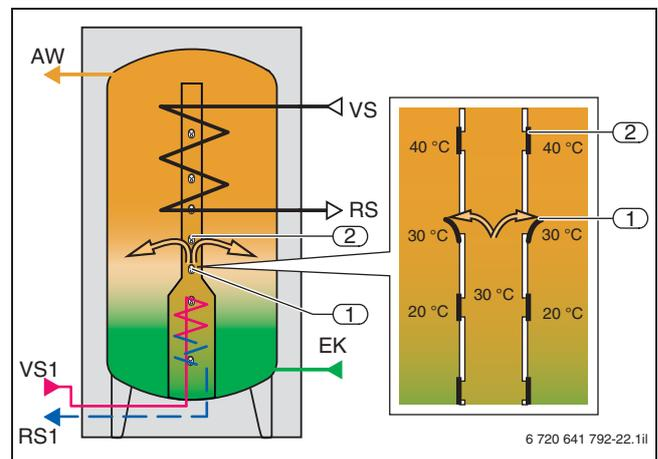

Fig. 22 Uscita acqua calda sanitaria dal tubo termoconduttore in caso di irraggiamento solare ridotto
Quando l'acqua viene riscaldata ad es. a soli 30 °C, essa sale soltanto fino allo strato con questa temperatura. L'acqua scorre attraverso le valvole a membrana aperte nell'accumulatore, riscaldando l'area (→ fig. 22, pos. 2). L'uscita dalle valvole a membrana blocca la salita dell'acqua nel tubo termoconduttore e impedisce così il mescolamento con acqua di strati che presentano temperature più elevate (→ fig. 22, pos. 3).